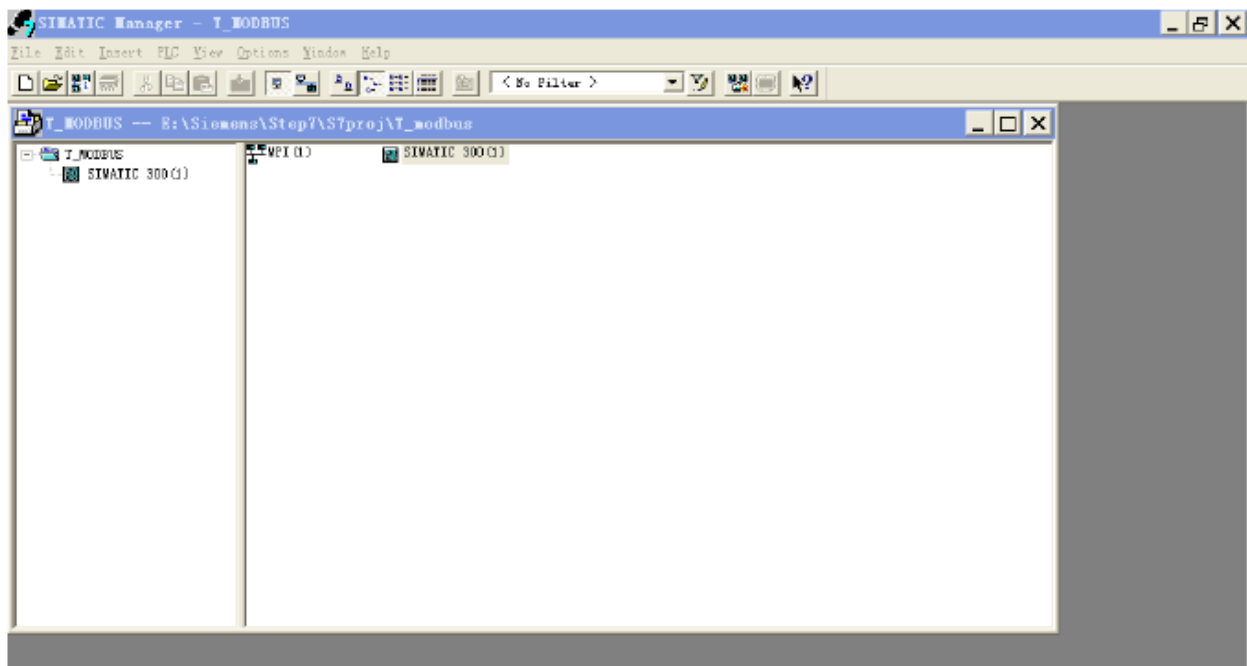

图 3
3. Insert->Station->SIMATIC 300 Station., 如图 3：